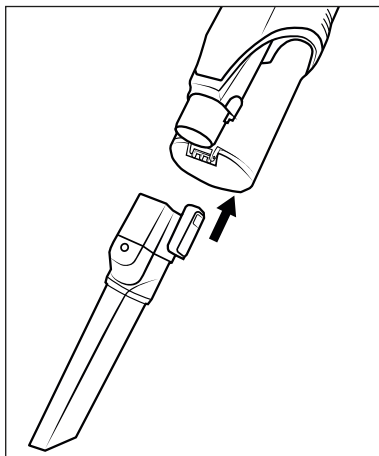

Fig. 14
- ◆ Faites glisser l'accessoire sur le tube d'aspiration 24 ou sur l'orifice d'aspiration de l'appareil jusqu'à ce qu'il s'enclenche de manière audible avec un bruit de clic (voir fig. 14). Veillez ce faisant à respecter la bonne position du verrouillage.